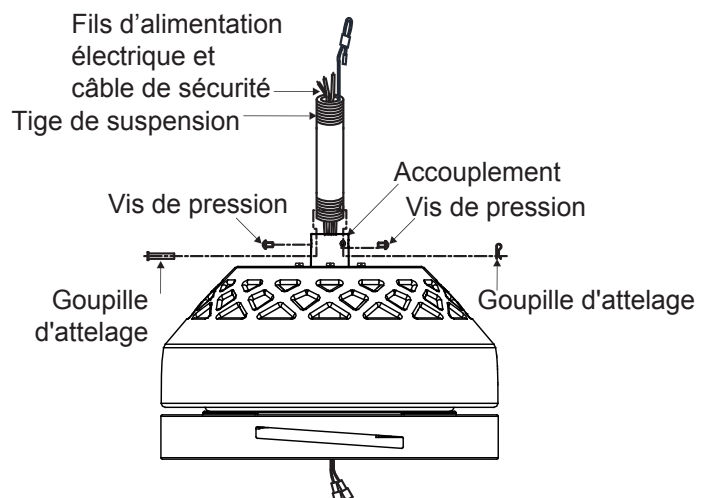

Fig. 8
Étape 6. Desserrez les deux vis de pression et retirez la goupille d'attelage et l'agrafe de l'accouplement sur le dessus du moteur. (Fig. 8)
Étape 7. Faites passer avec soin les fils d'alimentation électrique et le câble de sécurité sortant du dessus du moteur du ventilateur par la tige de suspension. Vissez la tige de suspension dans l'accouplement jusqu'à ce que les trous de la goupille d'attelage soient alignés. (Fig. 8)
Ensuite, remettez la goupille d'attelage et l'agrafe en place. Serrez les deux vis de pression. (Fig. 8)